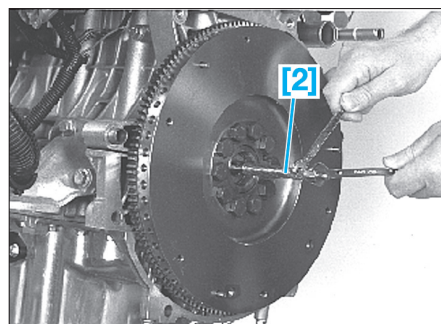

FIG. 11
- Mettre en place l'outil [2] aussi loin que possible au centre du volant-moteur (Fig.11).